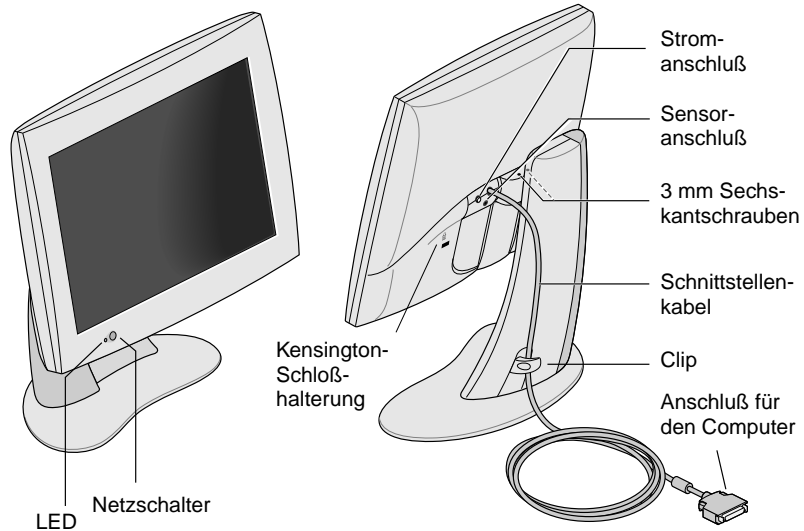

Abbildung 1-1 Vorder- und Rückansicht des Flachbildschirms
Nehmen Sie sich einen Moment Zeit, und machen Sie sich mit den in Abbildung 1-1 dargestellten Funktionen Ihres Monitors bekannt.
2. Stecken Sie das Anschlußkabel des Monitors (Abbildung 1-1) in den entsprechenden Anschluß des Computers. (Beachten Sie dazu die Dokumentation Ihres Computers.)
3. Klemmen Sie das Anschlußkabel wie in Abbildung 1-1 hinter den Clip am Sockel des Monitors.
Betätigen Sie zum Einschalten des Monitors den Netzschalter auf der Frontseite. Die Position des Netzschalters geht aus Abbildung 1-1 hervor. Sobald das System Signale an den Flachbildschirm sendet, leuchtet die LED neben dem Netzschalter grün auf.
Betätigen Sie zum Ausschalten des Monitors den Netzschalter auf der Frontseite. Siehe Abbildung 1-1. Wenn Sie den Monitor längere Zeit (mehr als ein paar Stunden) nicht benutzen, sollten Sie ihn laut Empfehlung von SGI ausschalten. Dies kann die Lebensdauer der Lampen für die Hintergrundbeleuchtung des Flachbildschirms erheblich verlängern.
Der Flachbildschirm ist mit einem Sensoranschluß ausgerüstet. Dieser ist eine 3,5 mm-Buchse (1/8 Zoll), die sich zwischen dem Anschluß für die Stromversorgung und dem Anschlußkabel befindet. Siehe Abbildung 1-1.